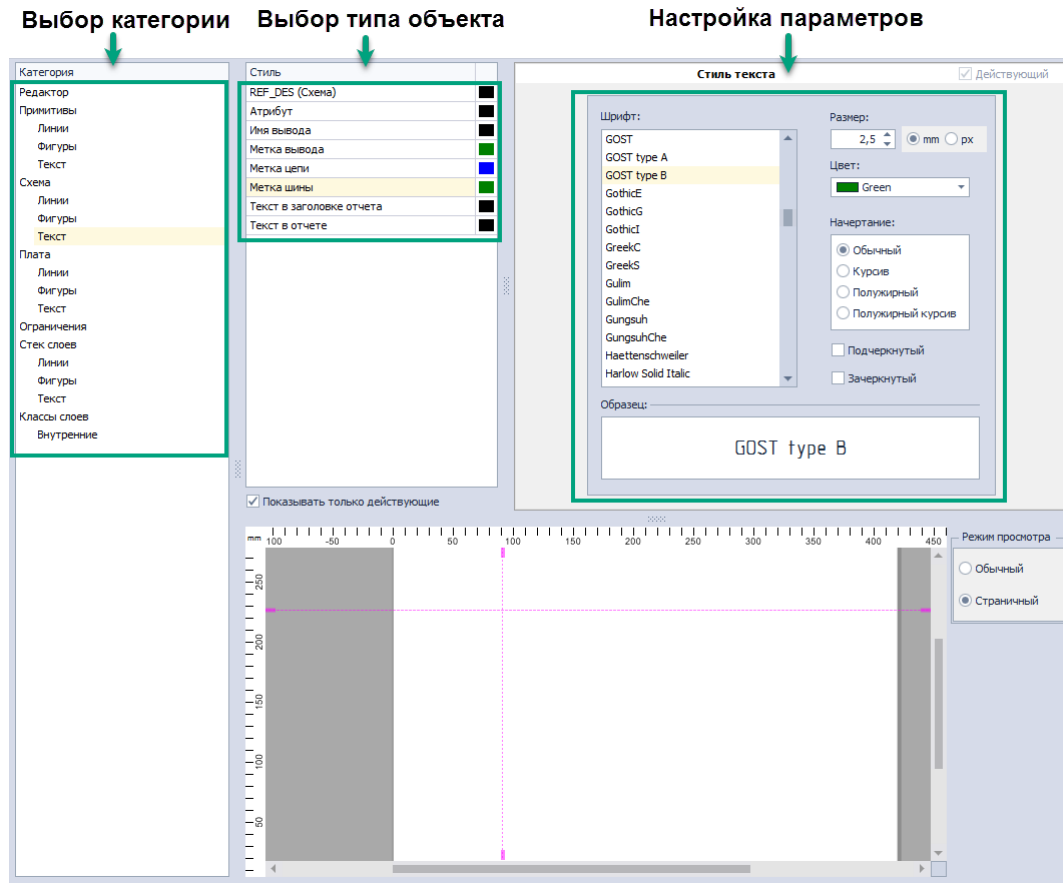

Рис. 109 Изменение внешнего вида элемента интерфейса
4. Задайте новые параметры отображения объекта в области настройки, Рис. 109.